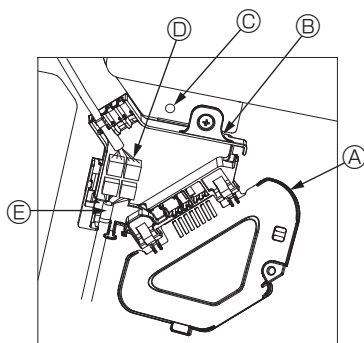

Fig. 5-9
- ① Die Sicherungsschraube des Anschlusskastendeckels entfernen, den Deckel in Pfeilrichtung schieben (siehe Abbildung) und den Deckel öffnen.
- ② Im Anschlusskasten das Verbindungskabel für den Klappenmotor des Gitters und das Kabel für den Klappenmotor suchen und die Kabel anschließen. (Fig. 5-9) Es sind zwei Klappenmotor-Steckverbinder vorhanden: ein blauer und ein orangefarbener Steckverbinder. Darauf achten, dass die Steckverbinderfarben beim Anschließen passen.